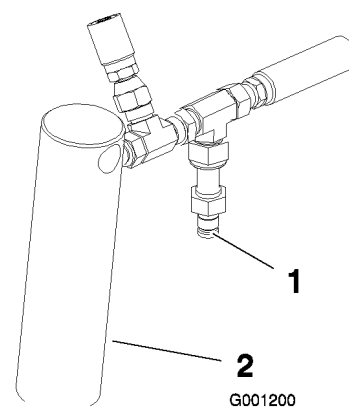

Figura 12
3. Conecte un manómetro al punto de prueba situado detrás del cilindro de elevación derecho (Figura 12).